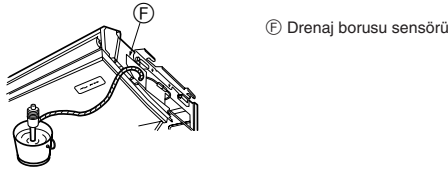

Fig. 5-3
1. Üniteyle birlikte verilen ek yeri soketini ⑤, ünite üzerindeki drenaj deliğine vinil klorit yapıştırıcıyla tespit edin.
2. Üniteyle birlikte verilen soket kapağını ⑥ ek yeri soketine ⑤ tespit edin.
3. Saha drenaj borularını (VP-20), vinil klorit yapıştırıcıyla ek yeri soketine ⑤ tespit edin.
4. Üniteyle birlikte verilen drenaj borusu kapağını ⑦ sarın. (Dikiş yeri bantlaması)
5. Drenajın doğru olup olmadığını kontrol edin. (Fig. 5-3)